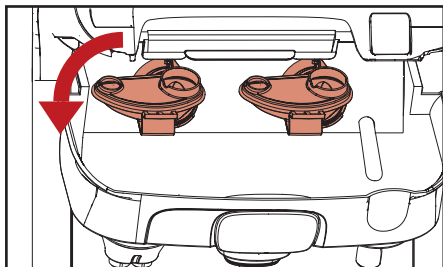

Fig. 5.10 - Udtage blandeskåle
- Drej blandeskålene mod uret for at løsne dem og træk for at udtage dem (fig. 5.10).